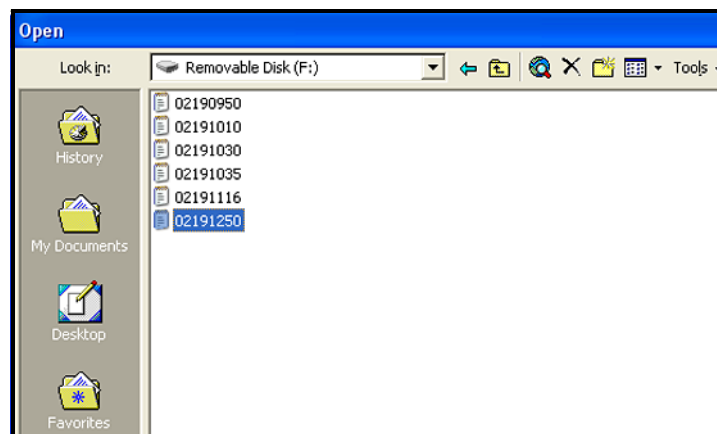

Figure 58: Auswählen der zu öffnenden Protokolldatei
5. Klicken Sie auf den Namen der gewünschten Protokolldatei (siehe *Figure 58* unten).